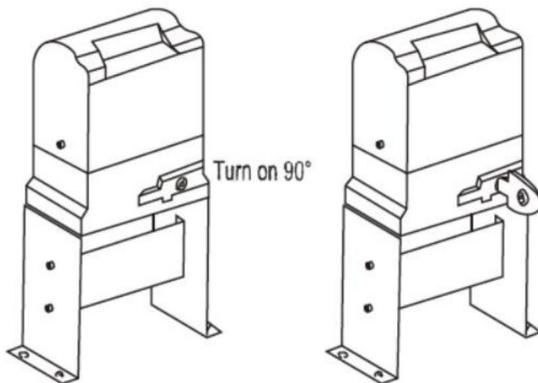

Abbildung 7
e) Bitte entriegeln Sie den Hauptmotor vor der Installation. So entriegeln Sie ihn: Nehmen Sie die Schlüsselabdeckung ab, stecken Sie den Schlüssel ein und öffnen Sie die manuelle Entriegelungsstange, bis sie sich um 90° dreht, wie in Abbildung 7 gezeigt. Drehen Sie dann das Ausgangskettenrad und das Kettenrad lässt sich leicht drehen.